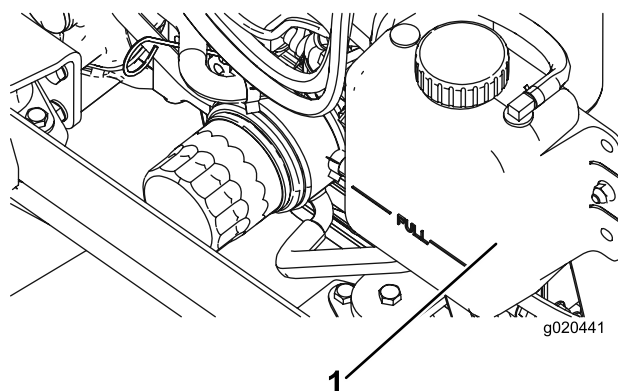

Рисунок 110
2. Осторожно снимите крышку радиатора и крышку расширительного бачка (Рисунок 110).